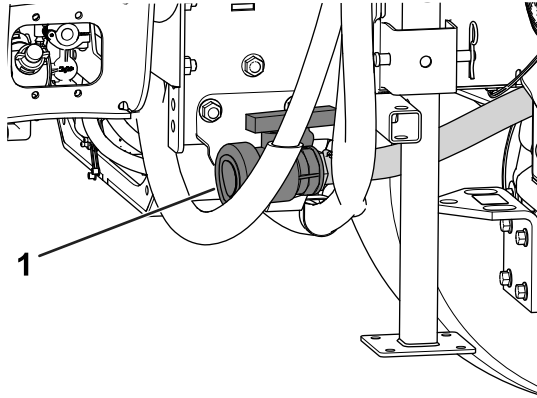

Figura 92
- Localice la válvula de vaciado del depósito situada en el lado derecho de la máquina (Figura 92).